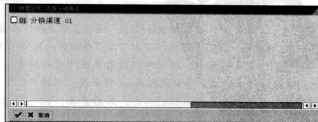

图 8-28 “销售区域: 选择分销渠道”对话框
STEP 2 在此界面中, 可以看到当前系统所有的销售组织。选择某个销售组织, 然后单击“分配”按钮, 弹出“销售区域: 选择分销渠道”对话框, 如图 8-28 所示。